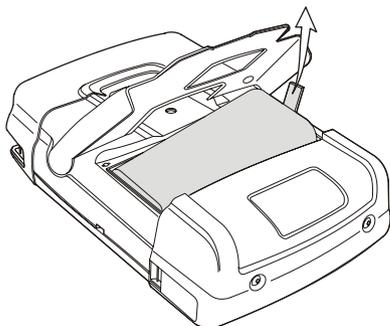

Рис. 49. Снятие аккумулятора
5. Приподнимите аккумулятор за одну сторону и извлеките его (Рис. 49)